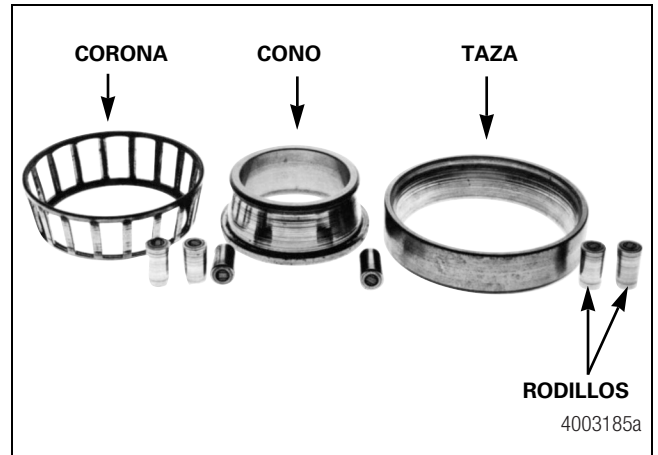

Figura 4.12
F. La corona, la taza, el cono o los rodillos están estriados. Figura 4.12.